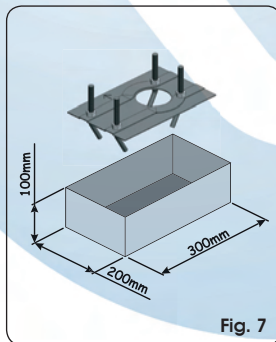

Fig. 7
3. Eseguire un plinto di fondazione come da Fig. 7 e murare la piastra di fondazione prevedendo una o più guaine per il passaggio dei cavi elettrici. Verificare la perfetta orizzontalità della piastra con una livella.